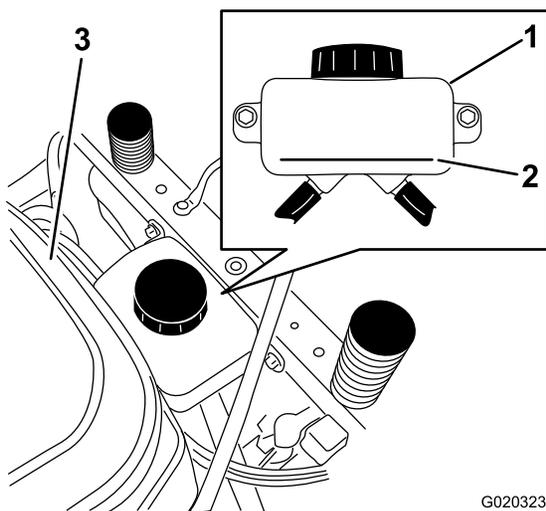
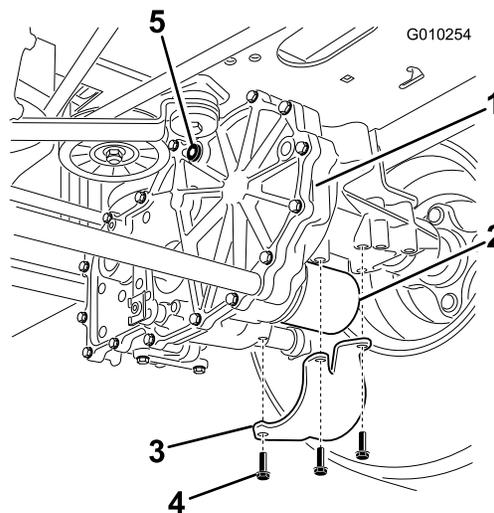

Figure 51
Figure 52
3. Localisez le filtre et les protections sur chaque transmission de la boîte-pont (Figure 52).
4. Retirez les trois vis qui fixent la protection du filtre et déposez la protection (Figure 52).
- A. Vérifiez que les bouchons d'aération et le bouchon du réservoir sont retirés avant d'ajouter l'huile (Figure 51 et Figure 52).
- B. Versez lentement l'huile spécifiée dans le vase d'expansion jusqu'à ce qu'elle ressorte par l'un des orifices des bouchons d'aération; arrêtez alors de verser (Figure 52).
- C. Remettez ce bouchon d'aération en place (Figure 52).
- D. Versez de l'huile dans le vase d'expansion jusqu'à ce qu'elle ressorte par l'orifice de l'autre bouchon d'aération sur la seconde transmission; arrêtez alors de verser (Figure 52).
- E. Remettez ce bouchon d'aération en place (Figure 52).
7. Versez de l'huile dans le vase d'expansion jusqu'à ce qu'elle atteigne le repère du niveau maximum à froid (FULL COLD) sur le réservoir et remettez le bouchon du vase d'expansion en place (Figure 51).
6. Arrêtez le moteur et vérifiez le niveau d'huile dans le vase d'expansion. Faites l'appoint d'huile spécifiée jusqu'à ce que le niveau atteigne le repère maximum à froid (FULL COLD) sur le vase d'expansion (Figure 51).
8. Vérifiez une dernière fois le niveau d'huile dans le vase d'expansion. Au besoin, faites l'appoint d'huile spécifiée jusqu'à ce que le niveau atteigne le repère maximum à froid (FULL COLD) sur le vase d'expansion (Figure 51).